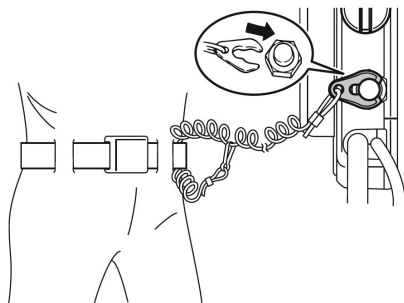

Рис. 30 Установка чеки безопасности
4. Подсоедините шнур чеки безопасности к специальному крепежу на одежде (спасательном жилете), либо к руке или ноге. Подсоедините чеку безопасности к аварийному выключателю (Рис. 30).